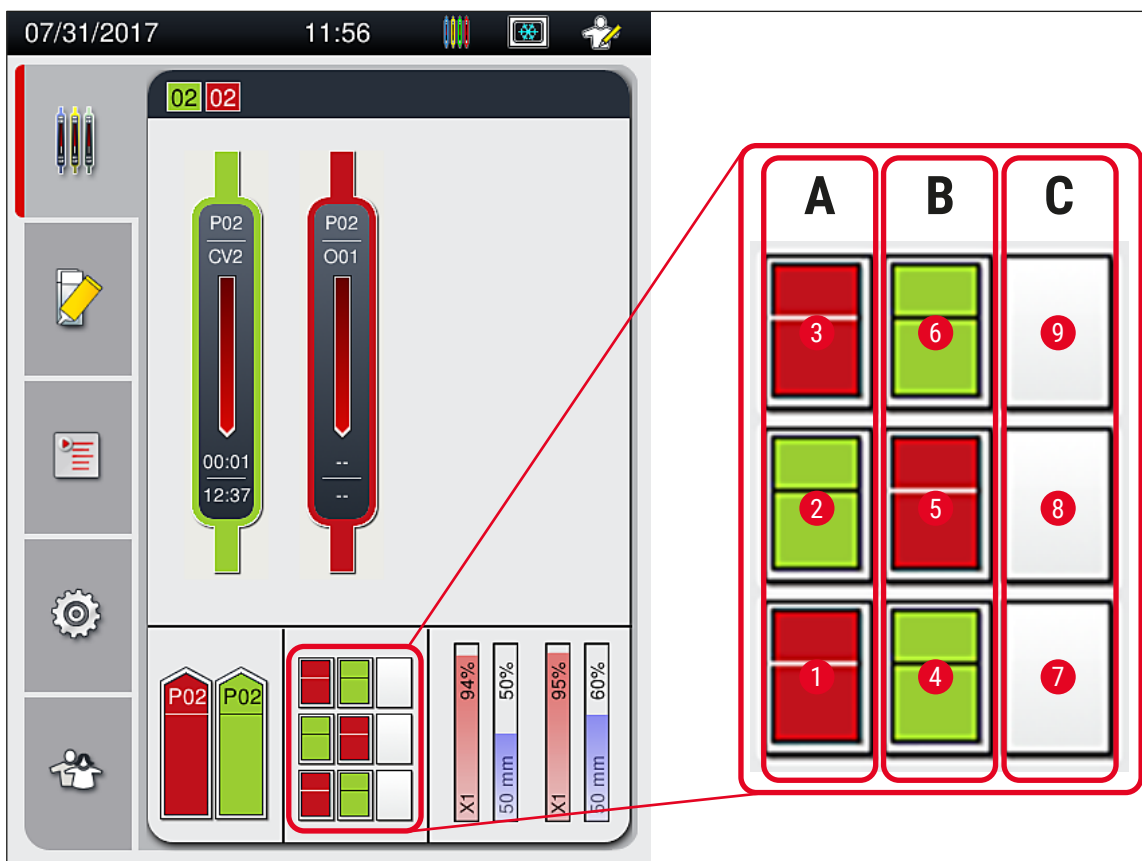

Abb. 75
- Die Ausgabeschublade kann bis zu 9 Objektträgerhalter aufnehmen. Das Abstellen der Objektträgerhalter in die Ausgabeschublade erfolgt in der abgebildeten Reihenfolge von A1 bis C9 (→ Abb. 75).